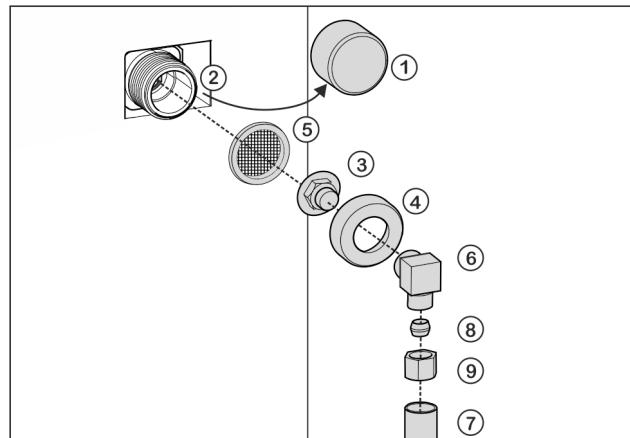

Fig. 19
- Kappe Fig. 19 (1) vom Magnetventil Fig. 19 (2) abziehen.
- Verbindungsstück Fig. 19 (3) in die Überwurfmutter Fig. 19 (4) einsetzen.
- Sieb Fig. 19 (5) mit der Vertiefung nach unten in Richtung Verbindungsstück Fig. 19 (3) einsetzen.
- Überwurfmutter Fig. 19 (4) mit der Hand auf das Gewinde des Magnetventils Fig. 19 (2) schrauben, bis ein sicherer und fester Sitz erreicht ist.
- Winkelstück Fig. 19 (6) anschrauben.
► Wasserleitung Fig. 19 (7) (z. B. 1/4"-OD-Kupferleitung) mit Hilfe von Klemmring Fig. 19 (8) und Mutter Fig. 19 (9) am Winkelstück Fig. 19 (6) anschließen.
- Wenn notwendig: Wasserleitung Fig. 19 (7) mit dem Rastbügel am Gehäuse fixieren.
► Winkelstück Fig. 19 (6) zur Seite legen.
► Wasserleitung Fig. 19 (7) (z. B. 1/4"-OD-Kupferleitung) mit Klemmring Fig. 19 (8) und Mutter Fig. 19 (9) am Verbindungsstück Fig. 19 (3) anschließen.
► Wenn notwendig: Wasserleitung Fig. 19 (7) mit dem Rastbügel am Gehäuse fixieren.